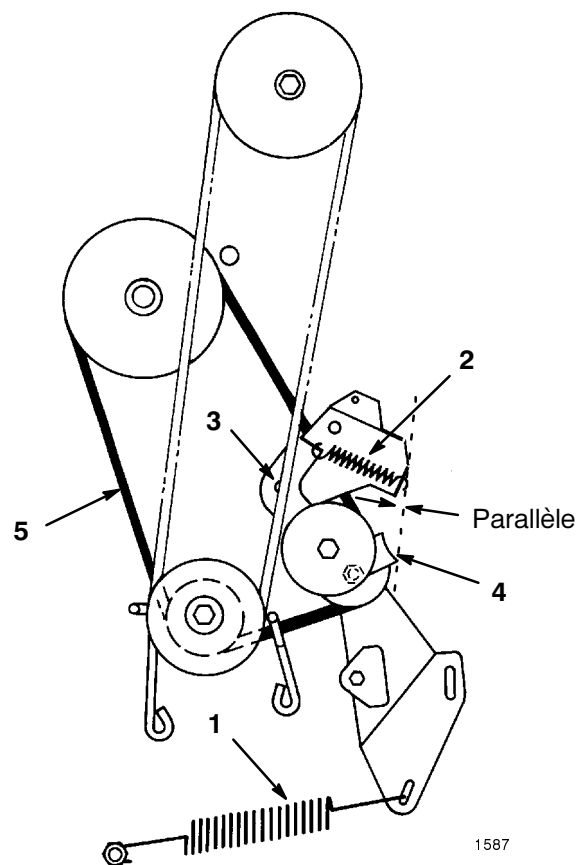

Figure 29
7. Décrochez le grand ressort de traction de la vis de montage (Fig. 29). Soyez très prudent quand vous décrochez le ressort, car il est très tendu.
8. Décrochez le ressort du galet tendeur du support de montage (Fig. 29).
9. Enlevez le contre-écrou et la rondelle qui fixent le support au châssis, puis déposez le support (Fig. 29).
10. Desserrez le contre-écrou sur le galet de manière à pouvoir déposer le guide-courroie (Fig. 29). Retirez la courroie de toutes les poulies.
Remarque : Lors de l'installation du guide-courroie sur le galet tendeur, veillez à garder le bord du guide parallèle au châssis, comme illustré à la Figure 29.